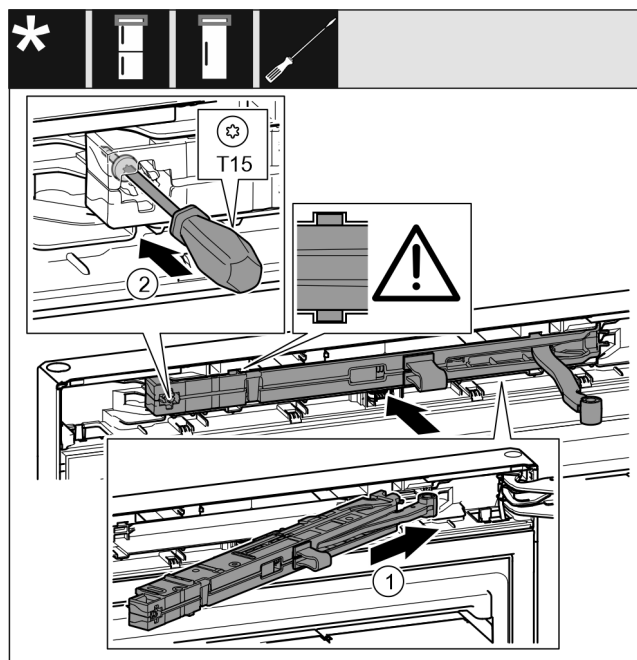

Fig. 29
- ▶ Pe partea suportului de lagăr împingeți înclinat unitatea amortizorului de închidere Fig. 29 (1) până la opritor în degajare.
- ▶ Înșurubați ferm șurubul Fig. 29 (2) cu o șurubelniță.